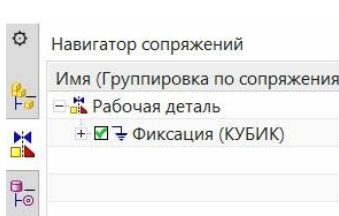

рис.38
- Более того, в панели *ресурсов*, ниже пиктограммы НСб, располагается пиктограмма специального «*Навигатора сопряжений*», в котором можно получить более развернутую информацию о сопряжениях сборки (рис.38).